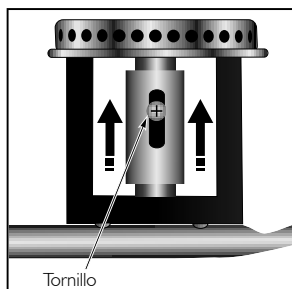

Figura 7
- Con un destornillador afloje el tornillo del regulador de aire primario (Ver figura 7).
- Desplace el dispositivo un poco hacia arriba y apriete nuevamente el tornillo en esta posición (Ver figura 7).